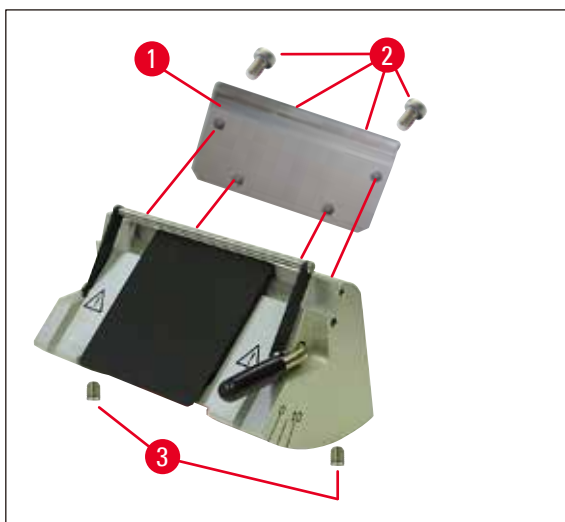
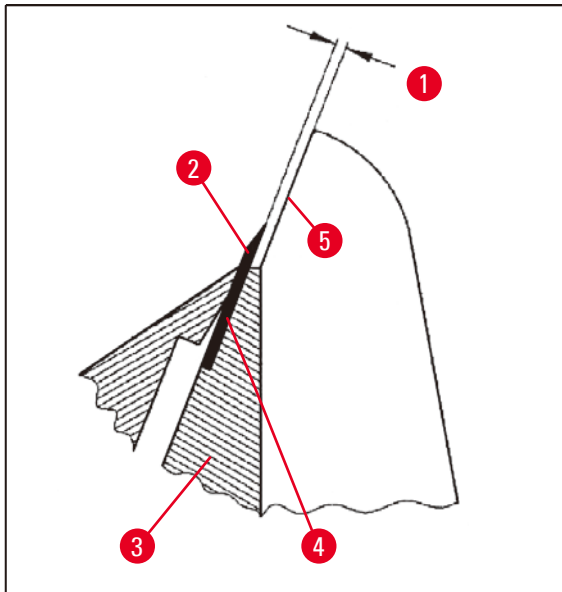

Bild 34
Bild 35
- Se till att tryckplattans övre kant (→ Bild 40-4) är parallell och i höjd med den övre kanten på den bakre tryckplattan (→ Bild 40-2) (se även (→ Sida 44 – Bild 34), (→ Sida 45 – Bild 35)). Justera tryckplattorna om det behövs (→ Sida 48 – 5.9.10 Översikt – tillbehör).